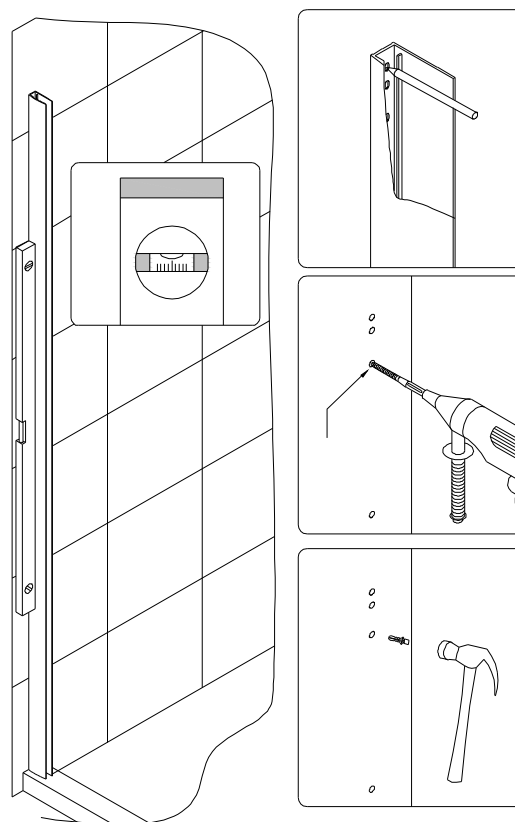

Рис. 1
1. Приложите **Наружний профиль для стеклянной двери (01)** к стене и выровняйте его вертикально. Отметьте отверстия на стене сквозь отверстия в **Наружнем профиле для стеклянной двери**. Отложите **Наружний профиль для стеклянной двери** в сторону, просверлите отверстия используя $\varnothing=8\text{мм}$ сверло и вставьте **Дюбеля (12)**. Рис. 1